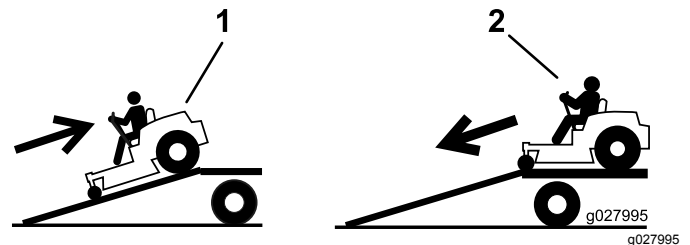

Figura 39
2. Scendete dalla rampa in marcia avanti (Figura 39).